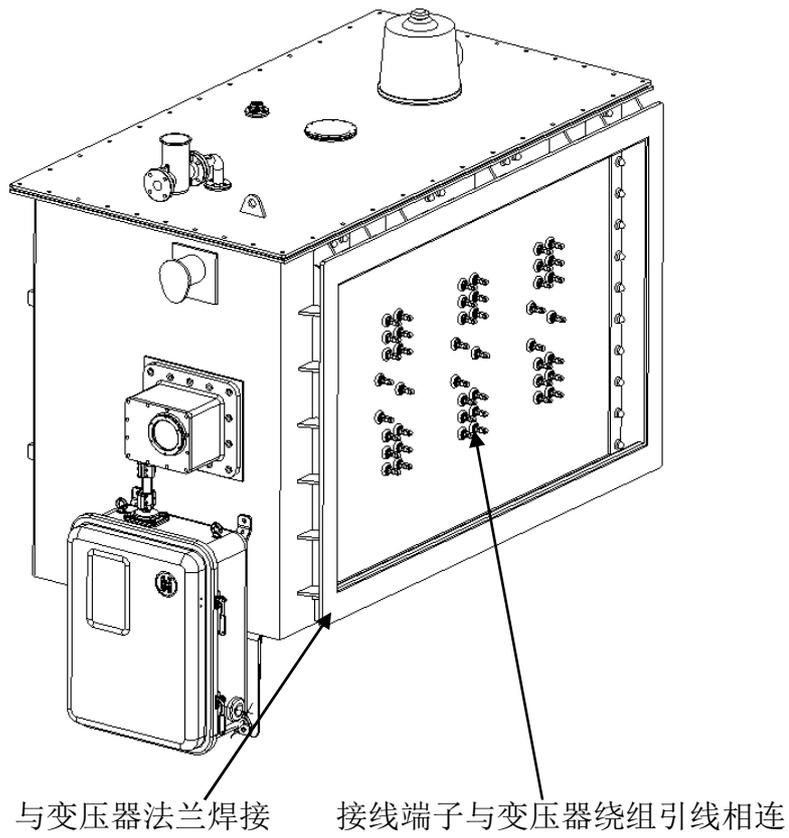

图10
9.1 HWV开关直接与变压器油箱焊接（见图10）
附图10 HWV 有载分接开关的工作位置表和接线原理图(12233W)